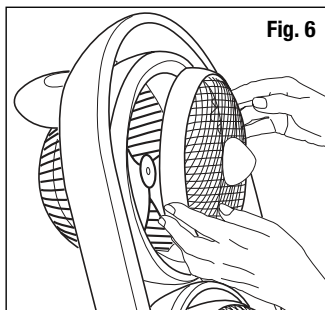

Fig. 6
- Retire la rejilla delantera del cajetín (Fig. 6).